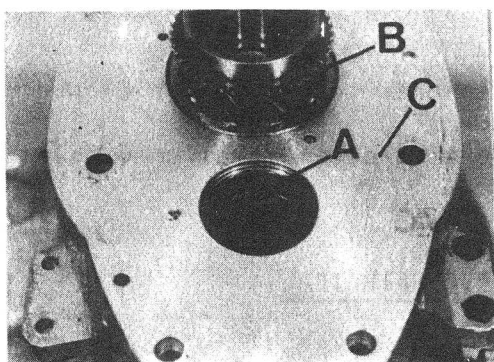

Fig. C1-116 Cáster de embrague
- 1.4. Desmontar la pista exterior, A (Fig. C1-116) del rodamiento delantero del eje intermedio.